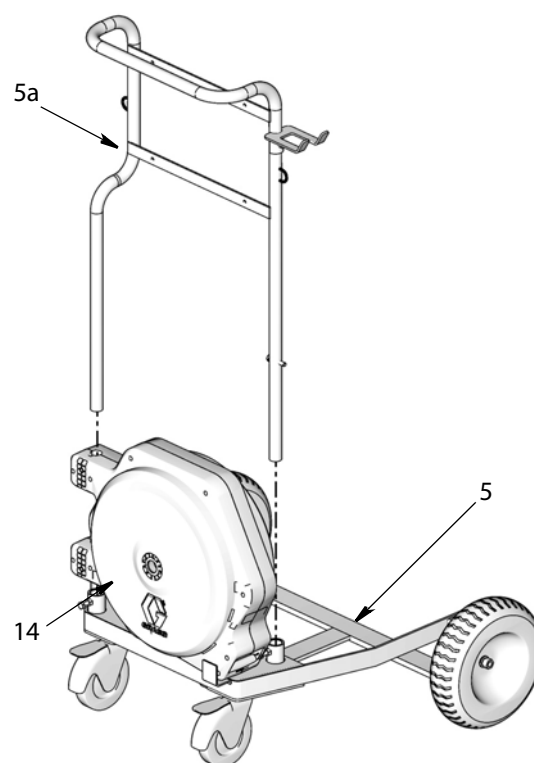

Рис. 30
1. Поставьте шланговый барабан (14) на раму тележки (5), как показано на Рис. 30.
2. Установите сборочный узел ручки (5a) на раму тележки (a), как показано на Рис. 30.